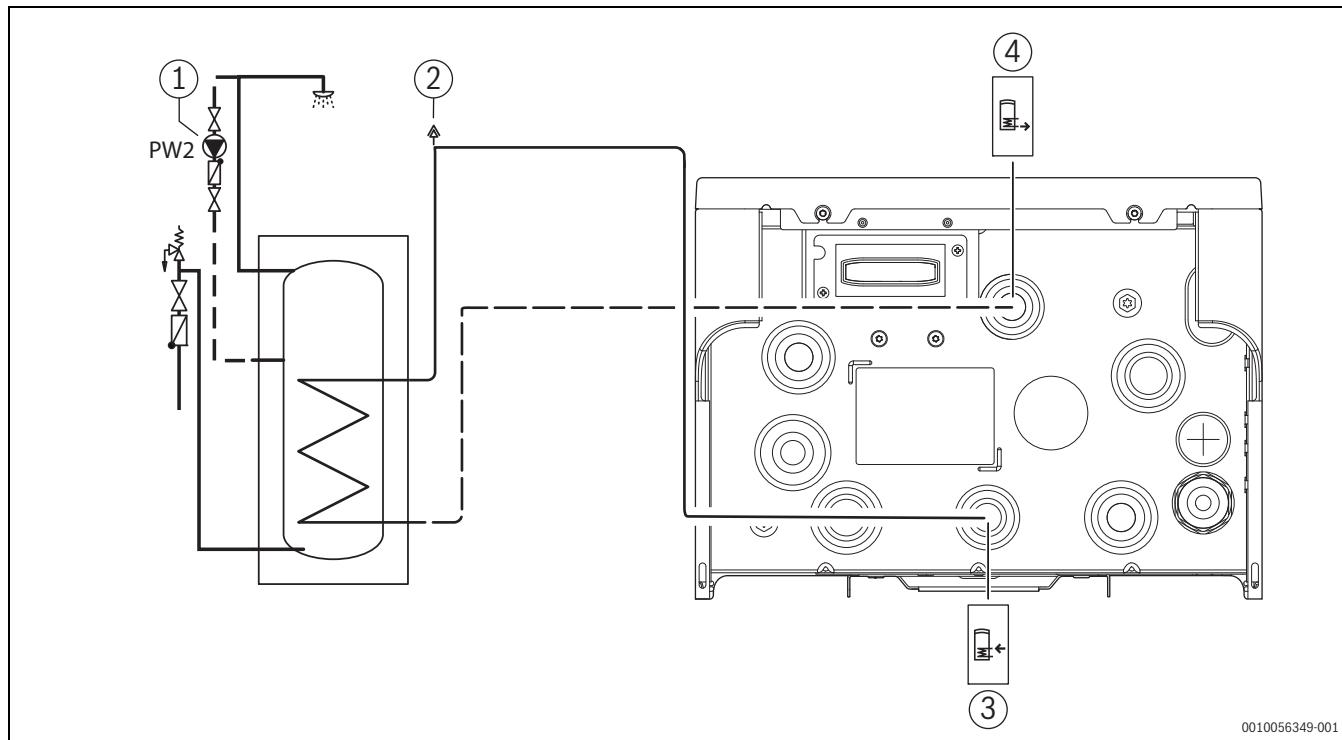

Bild 16 Anschlüsse der Inneneinheit an Warmwasserspeicher
- Rücklaufleitung vom Warmwasserbereiter anschließen (→[4], Abbildung 16).
- Vorlaufleitung mit automatischem Entlüfter an den Warmwasserbereiter anschließen (→[3], [2], Abbildung 16).